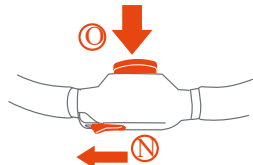

Fig. 12b
- Per piegare il passeggino, far scorrere il grilletto manuale verso sinistra (1) e premerlo mentre si spinge il manubrio in avanti (2) (Fig. 12b).